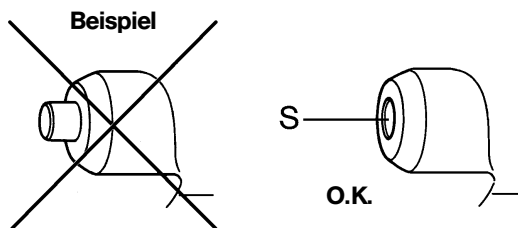

Abb. 3
- Handhebel (HH) bis zum Einrasten nach oben drücken
**Kontrolle:** Der Kontrollstift (S) darf nach dem Einkuppeln **nicht** aus der Kontrollhülse **herausstehen**. Herausstehender Kontrollstift: nicht richtig eingekuppelt, **Unfallgefahr!** (s. Abb. 3)